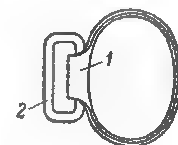

Рис. 51. Ложевое кольцо:
51. Ложевое кольцо (рис. 51) служит для соединения ложи, ствольной накладки, нижнего и верхнего кожухов со стволом. Оно имеет прилив с отверстием, в котором помещается кольцо для винтовочного ремня.